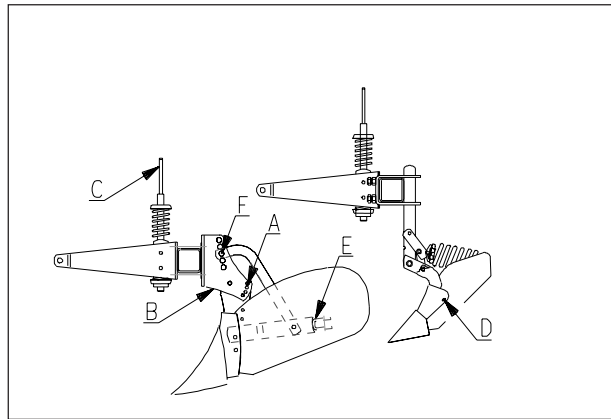

Fig. 46
b. Kupbillar (fig 46):
c. Kupbillar med stenutlösning (fig 46):